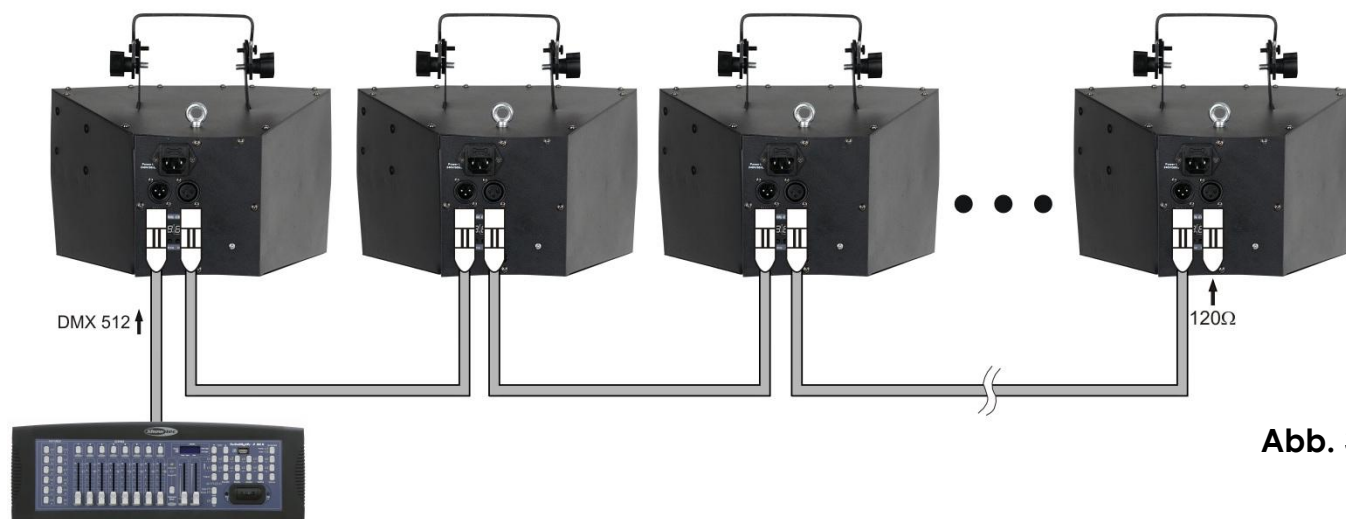

Abb. 3
4. Verbinden Sie die Geräte so wie in (Abb. 3) gezeigt. Verwenden Sie ein DMX-Datenkabel, um die DMX-„OUT“-Buchse des ersten Geräts mit der „IN“-Buchse des zweiten Geräts zu verbinden. Wiederholen Sie diesen Vorgang, um das zweite, dritte und vierte Gerät ebenfalls zu verbinden.